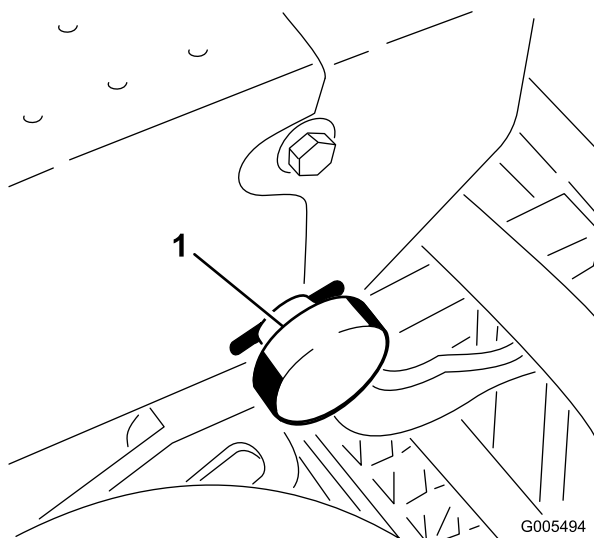

図 6
3. ハンドルアームの固定ノブ (図 6) を止めているコッター・ピンを抜き、ノブを取り外す。